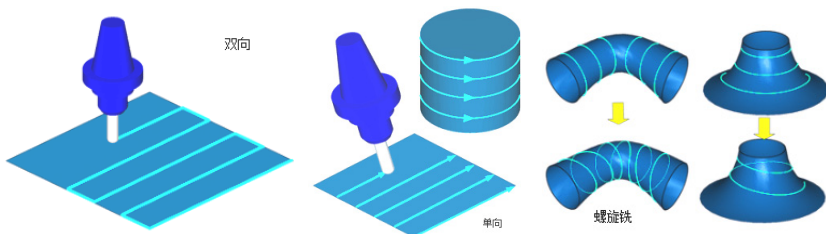

图 2-248 切削方式
- **【双向铣】**: 刀具运动到边界时横向进刀再反向运动, 如图 2-248 所示。
- **【单向加工】**: 刀具运动到边界时抬刀返回起始方向再进入下一路径加工, 如图 2-248 所示。
➤ **[[螺旋铣]]**: 刀具以螺旋方式进行铣削, 如图 2-248 所示。